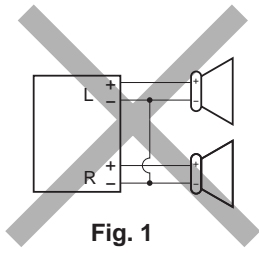
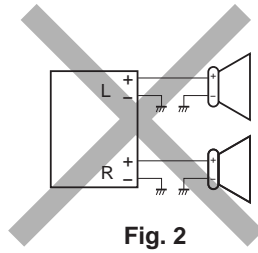
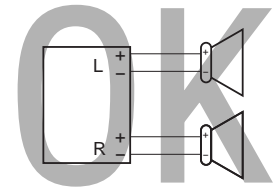

Fig. 1
Fig. 2
Fig. 3
- If the speaker wiring in your car is as illustrated in Fig. 1 and Fig. 2 below, **DO NOT** connect the unit using that original speaker wiring. If you do, the unit will be seriously damaged. Redo the speaker wiring so that you can connect the unit to the speakers as illustrated in Fig. 3.
- If the speaker wiring in your car is as illustrated in Fig. 3, you can connect the unit using the original speaker wiring in your car.
- Ist die Lautsprecherverdrahtung wie unten in "Fig. 1" und "Fig. 2" abgebildet, das Gerät **NICHT** mit der Originalverdrahtung der Lautsprecher anschließen, da sonst das Gerät schwer beschädigt wird. Die Lautsprecherverdrahtung erneuern, so daß Sie das Gerät an den Lautsprechern wie in "Fig. 3" abgebildet anschließen können.
- Ist die Lautsprecherverdrahtung in Ihrem Auto wie in "Fig. 3" abgebildet, können Sie das Gerät mit der Originalverdrahtung der Lautsprecher in Ihrem Auto anschließen.
- Si le câblage des enceintes de votre voiture est réalisé comme montré sur la Fig. 1 ou Fig. 2 ci-dessous, **NE CONNECTEZ PAS** l'appareil en utilisant ce câblage original d'enceintes. Si vous le faites, l'appareil sera sérieusement endommagé. Recommencez le câblage des enceintes de façon que vous puissiez connecter l'appareil aux enceintes comme montré sur la Fig. 3.
- Si le câblage des enceintes de votre voiture est comme montré sur la Fig. 3, vous pouvez connecter l'appareil en utilisant ce câblage original d'enceintes pour votre voiture.